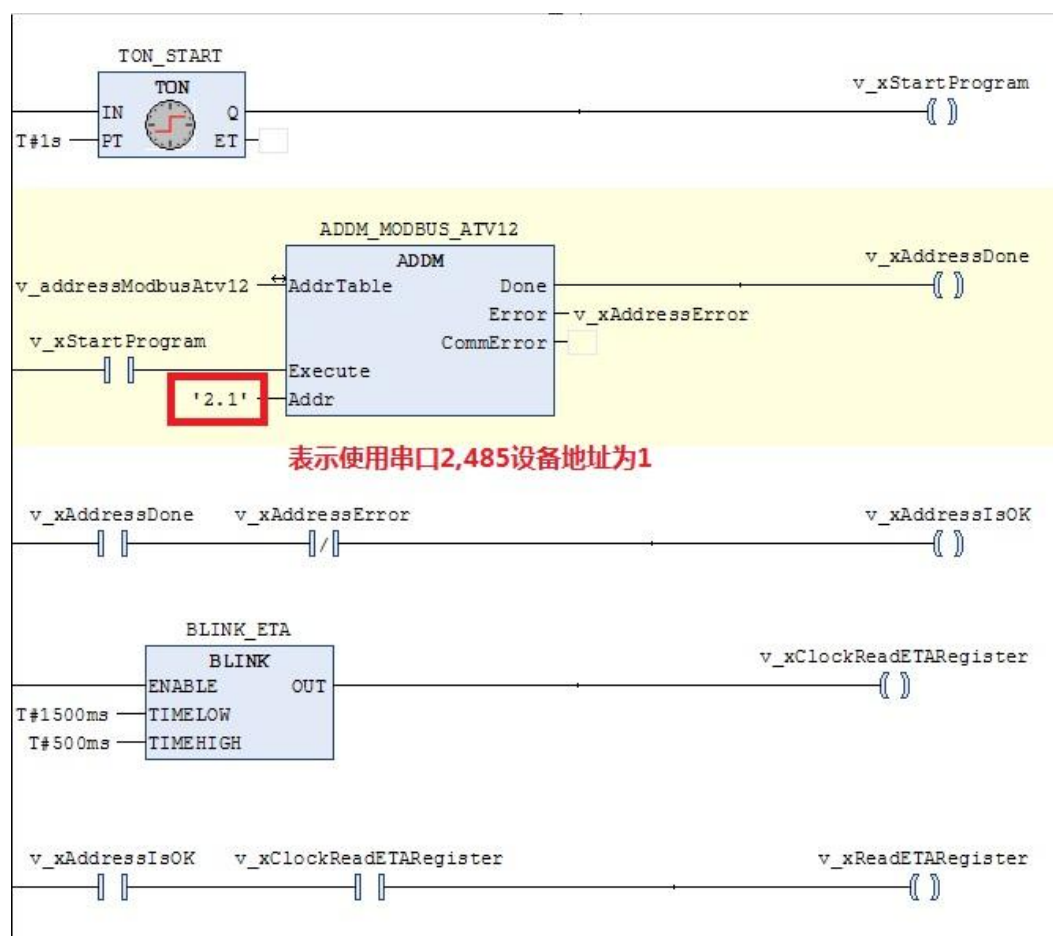

图 F4-4
5. 程序 (LD):
①初始化然后定义端口及地址，如图 F4-4 所示：